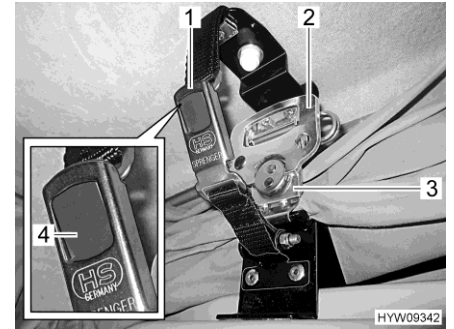

Bild 26 Verriegelung, Aufstelldach Bug (C 500)
- Auf beiden Seiten Schnappschloss (Bild 26,1) öffnen. Dazu grauen Druckknopf (Bild 26,4) drücken.
- Jeweils Griff (Bild 26,2) des Schnellspannschlusses (Bild 26,3) ausklappen und eine halbe Umdrehung entgegen dem Uhrzeigersinn drehen. Die Verriegelung ist damit gelöst.